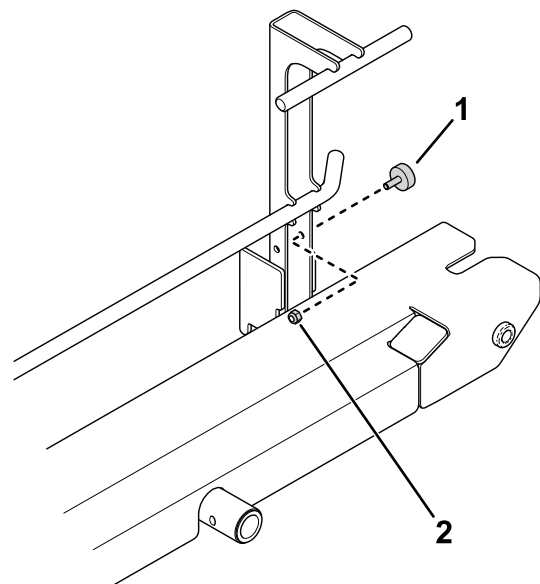

Figura 11
3. Utilize uma porca (1/4 pol.) para instalar um para-choques no conjunto da rampa (Figura 11).